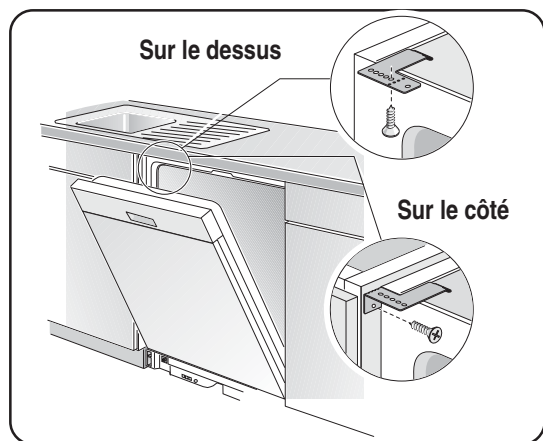

Figure 21
- 1 Visser les vis de fixation par les trous de la fixation comme à la **figure 21** pour fixation supérieure ou latérale.